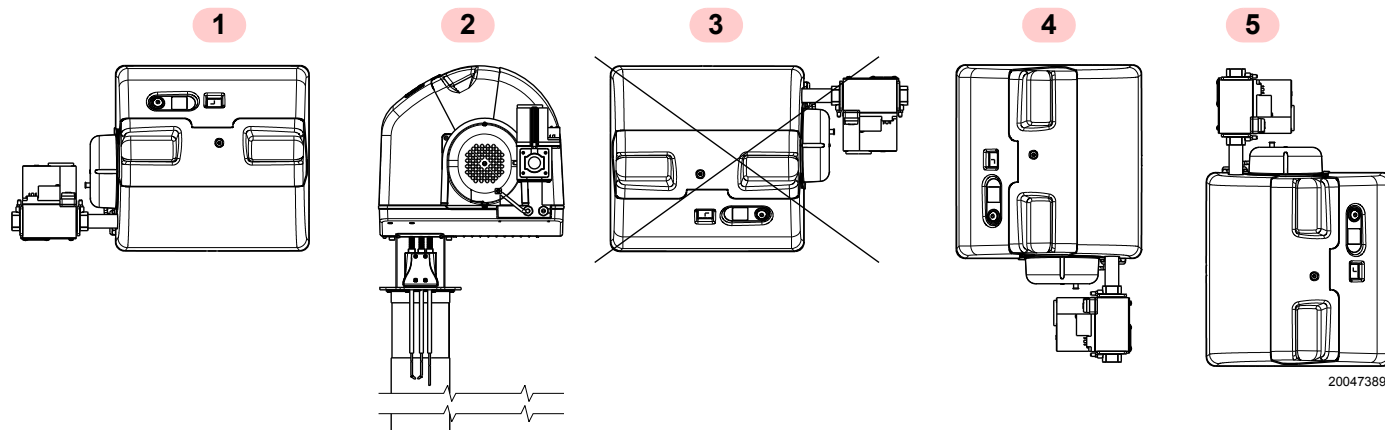

Fig. 10
- El quemador está diseñado para funcionar únicamente en las posiciones **1**, **2**, **4** y **5** (Fig. 10).